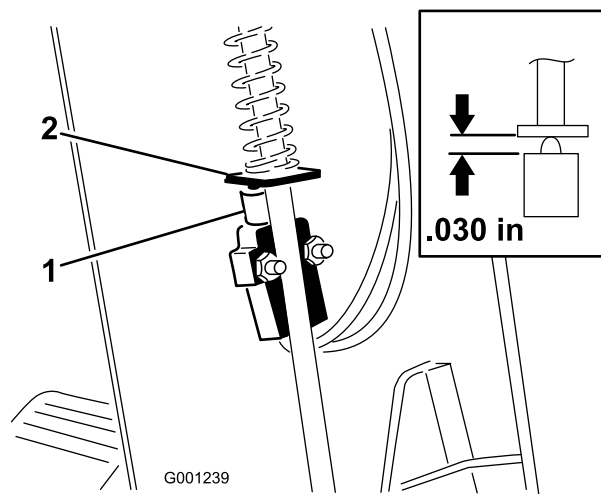

Figura 61
3. Faça deslizar a cobertura para cima, ao longo da coluna de direcção, de modo a expor o interruptor do travão de mão (Figura 61).
5. Alinhe a aleta da barra do travão de mão com o êmbolo do interruptor (Figura 61).
6. Pressione a barra do travão de mão para baixo e empurre para cima o interruptor até que o comprimento da mola em compressão do êmbolo do interruptor seja de 0,76 mm (Figura 61, em destaque). Esta é a distância entre a aleta da barra do travão e a estrutura do êmbolo do interruptor.